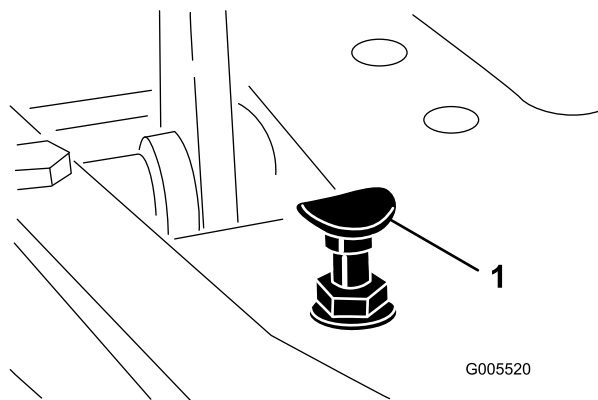

Figure 54
Pour obtenir la vitesse de transport maximale, placez le sélecteur de fonction en position de transport et appuyez sur la pédale de déplacement. Si la pédale touche la butée (Figure 54) avant que la tension soit ressentie sur le câble, un réglage est requis.
1. Placez le sélecteur de fonction à la position de transport et desserrez le contre-écrou de fixation de la butée de pédale au plancher (Figure 54).